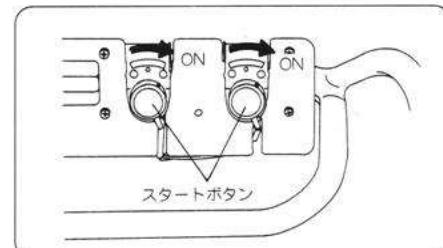

図31
④ストップスイッチをON(運転)の位置にしエンジンが始動する迄スタートボタンを押します。(図31)